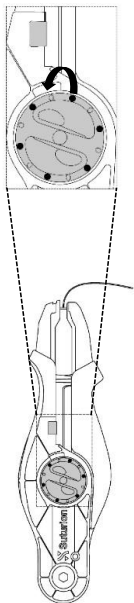

Figura 3
8. Ruotare di un segno la rotella di regolazione in senso antiorario (vedere la Figura 3).